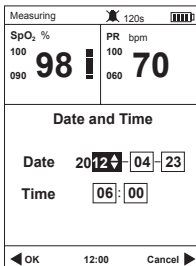

Fig.3.2
2) Appuyer sur le bouton de navigation pour sélectionner l'élément « Date et Heure », appuyer ensuite sur le bouton OK pour entrer dans l'écran de réglage de l'heure, se référer à la figure 3.2.